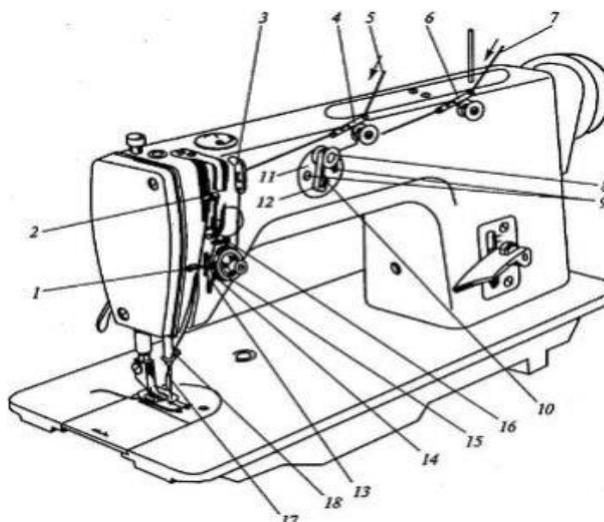

Рисунок 1 Заправка ниток в машине 1022 – М класса
**Заправка ниток** и регулировка их натяжения. Заправка игольной нитки (Рисунок 1) осуществляется от бобины с игольной ниткой, установленной на стойке. Нитка 5, проведенная через глазок в стойке, поступает к нитенаправителю. Заправленная в глазки нитенаправителя и проведенная между тарелочками устройства предварительного натяжения 4 нитка поступает к нитенаправителю 3, а от него — к регулятору натяжения 75. Проведенная между шайбами 14 регулятора и заброшенная за крючок компенсационной пружины и под крючок — нитенаправитель 13 и нитенаправитель 16 нитка заправляется в глазок нитепритягивателя 2. Далее от нитепритягивателя 2 нитка проводится через нитенаправитель 1 на рукаве машины и проволоочный нитенаправитель 18, установленный на игловодителе, и заправляется в ушко иглы 17.